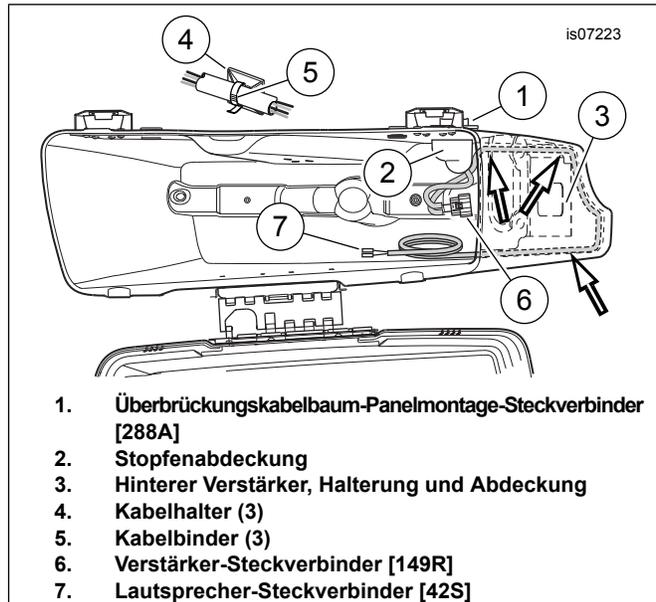

**Abbildung 2. Bohrarbeiten an Satteltasche für 12-poligen Panelmontage-Steckverbinder**
2. Siehe Abbildung 2. Den Schlitz (2) in der Schablone (1) über der hinteren Befestigungshalterung der Satteltasche (3) einhaken. Das Schablonenloch über der hinteren Tülle (4) ausrichten. Die Schablone wie in (5) dargestellt festkleben.
3. Die Lage der zwei Löcher (6) mit einem Körner markieren. Den Umriss für die Steckverbinder-Aussparung (7) auf der Satteltaschen-Innenwand anzeichnen. Die Schablone entfernen.